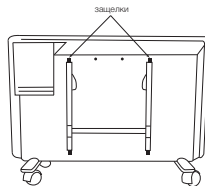

Рис. 4
- нажмите на защелки и потяните кронштейн на себя нажав вниз на две защелки (рис. 4);
несложно. Нажмите вниз две защелки (рис. 4) на задней стенке обогревателя, и потяните сам обогреватель вперед. После того, как он будет снят, можно будет вымыть стенку, на которой он был установлен.